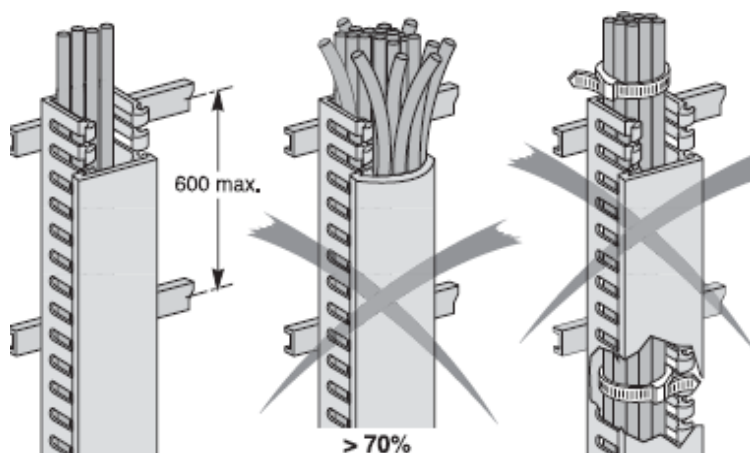

图 4-2
- ☐ 行线槽至少每 600mm 固定一次（见图 4-2）。